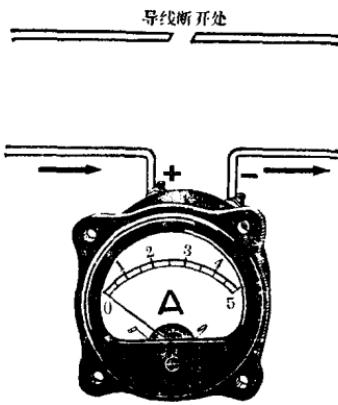

图 1-10 测量电流时电表的接法
3. 测量任一电路中的电流时，须把导线断开，在断开处将电表串入（这种接法叫做串接），如图 1-10 所示。